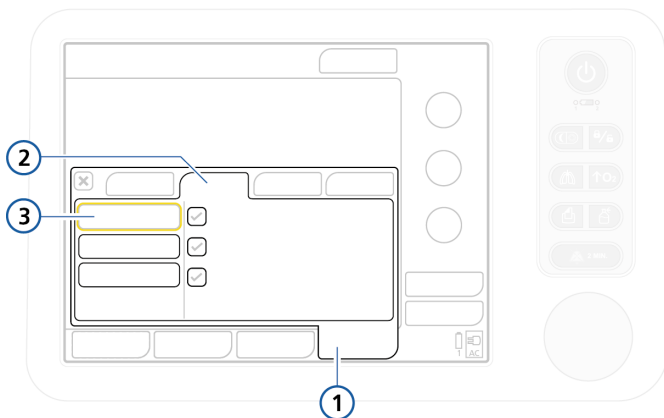

图 5-11. “测试与校正”窗口，密闭性测试
2. 在“系统”->“测试与校正”窗口中，选择“密闭性”。请参阅图 5-11。